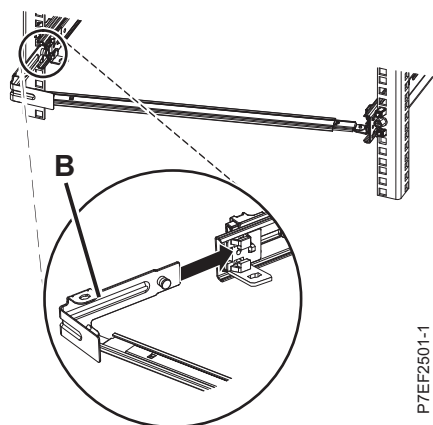

Figura 12. Estendendo o pino e instalando o suporte no trilho deslizante
4. Conecte o suporte de parada de organização de cabos (**B**) ao slot na parte interna do trilho esquerda deslizando o suporte de parada (**B**) para o trilho deslizante até que o pino com molas se encaixe. Para obter detalhes, consulte Figura 12 na página 9.